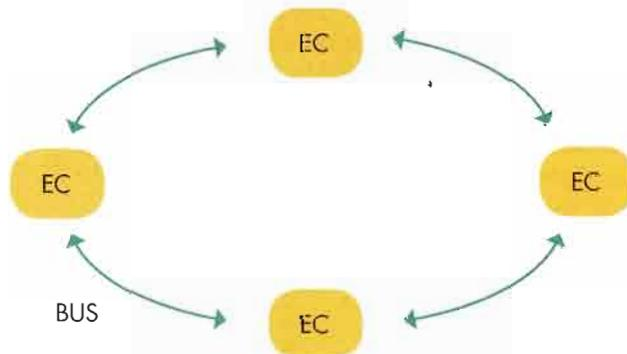

Fig. 2.7. Red en anillo
En la configuración en anillo (Fig. 2.7), cada equipo de control (EC) está conectado a otros dos y así sucesivamente, hasta formar un anillo. La comunicación entre equipos de control se suele realizar de forma unidireccional, con lo que se facilita el procedimiento de comunicación, aunque también puede ser bidireccional.